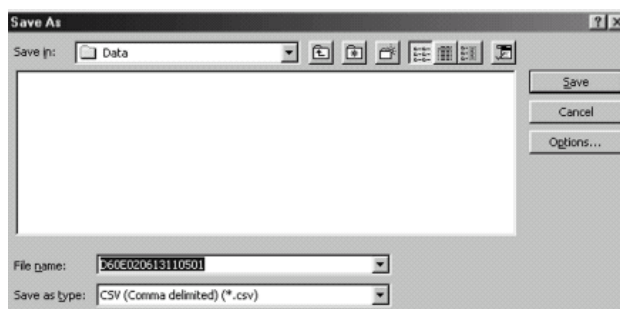

Рис. 39
2. Выбрать диск и папку, куда будут сохранены данные и определить название файла. (Рис. 39)
Чтобы отменить запись, щелкните **Отмена(Cancel)**. (Рис. 39)